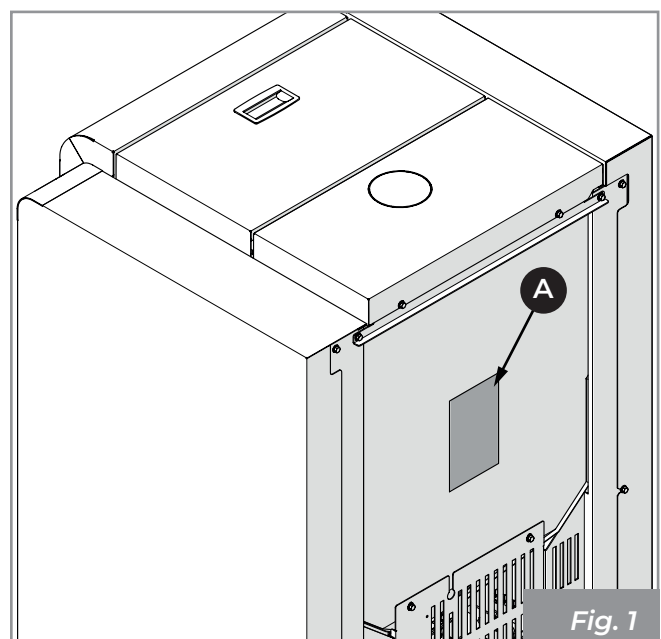

Fig. 1
La plaque signalétique (A) est située au dos de la chaudière (Fig. 1) et indique toutes les données caractéristiques de l'appareil, y compris les données du Fabricant, le numéro de série et la marque **CE**.